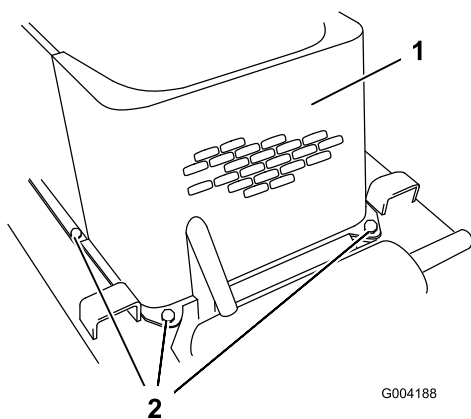

Figure 21
5. Enlevez les 4 boulons de fixation du panneau avant au châssis de la machine (Figure 21).